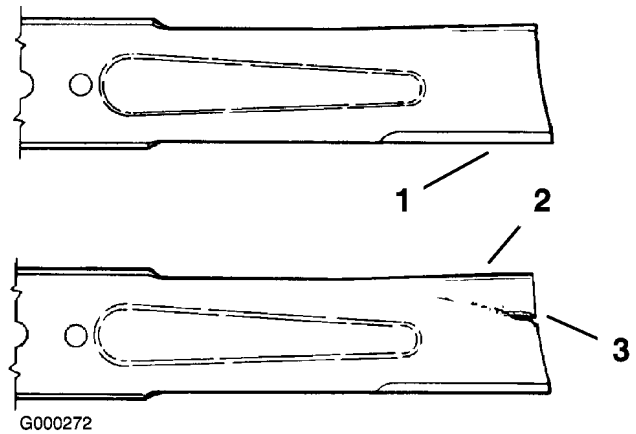

Figure 67
1. Examinez le tranchant des lames (Figure 67).
2. Inspectez les lames, surtout la partie incurvée (Figure 67).
Remplacez immédiatement toute lame endommagée, usée ou qui présente une entaille (Figure 67).